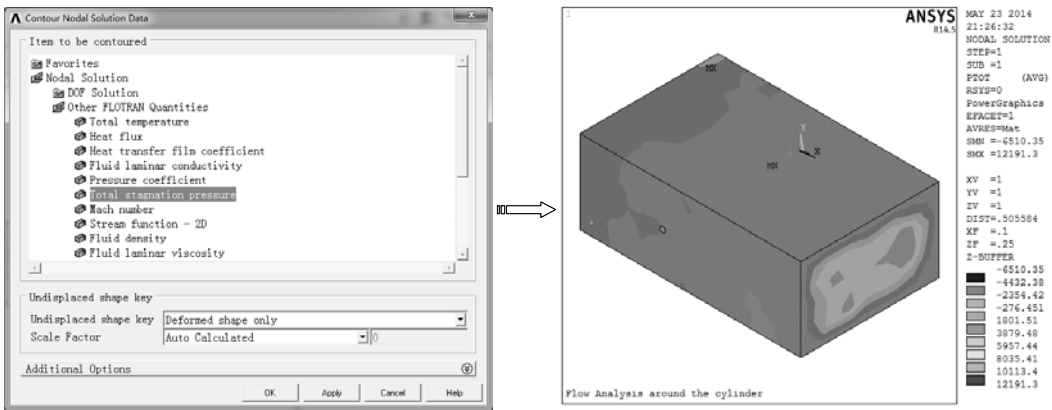

图 10-105 流场总压力分布图
3) 绘制总压力（动压和静压）分布图。选择 “Main Menu>General PostProc>Plot Results>Contour Plot>Nodal Solution” 命令，弹出“Contour Nodal Solution Data”对话框，选择 “Nodal Solution>Other FLOTRAN Quantities>Total stagnation pressure” 选项，单击 “OK” 按钮绘制流场总压力分布图，如图 10-105 所示。